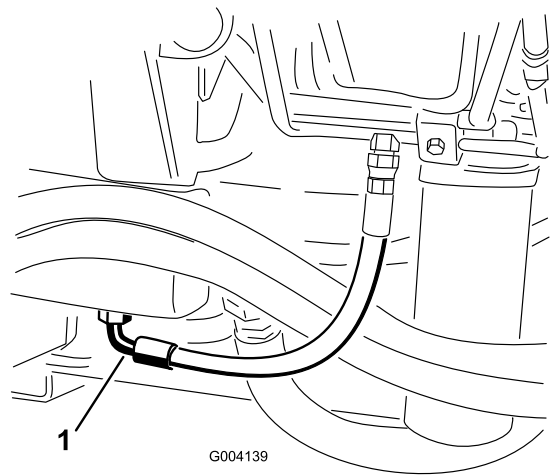

Bild 99
3. Stellen Sie eine große Auffangwanne unter das Anschlussstück, das unten am Hydraulikölbehälter befestigt ist (Bild 99).